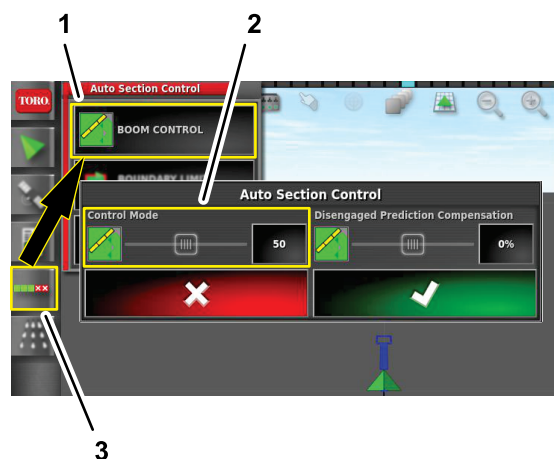

Figure 107
1. Appuyez sur l'icône COMMANDE DE SECTION AUTOMATIQUE (Figure 107).
2. Appuyez sur l'icône COMMANDE DE RAMPE (Figure 107).